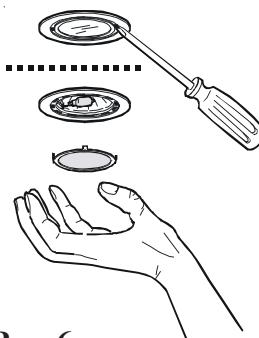

Рис. 6
- Чтобы открыть плафон, вставьте под него отвертку, как показано на **рис. 6**, и снимите его.